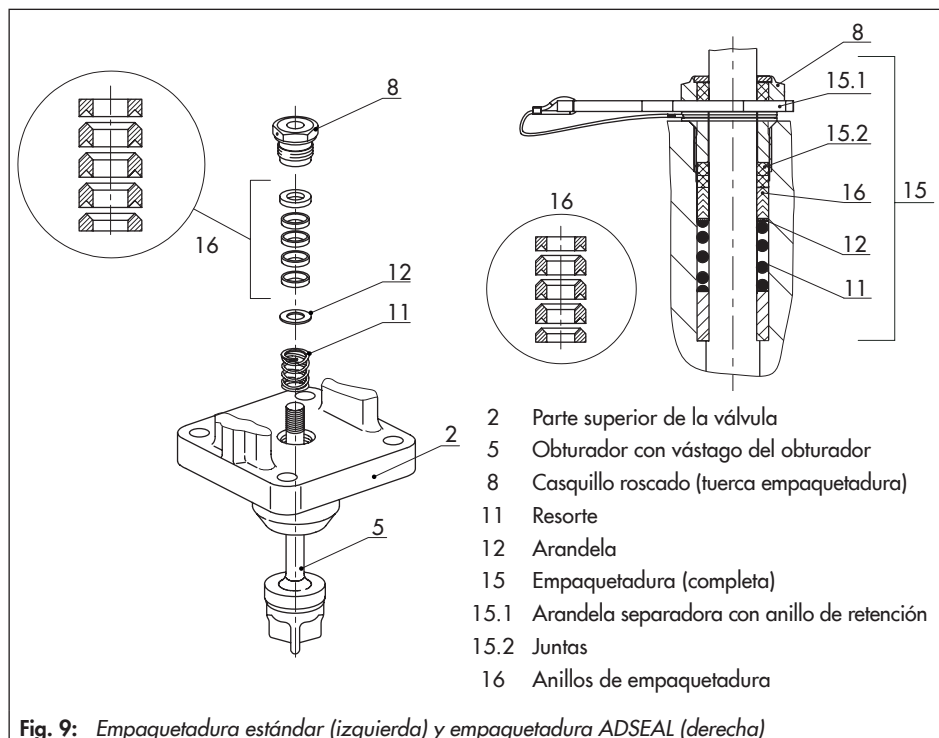

Fig. 9: Empaquetadura estándar (izquierda) y empaquetadura ADSEAL (derecha)
12. Deslizar cuidadosamente las partes de la empaquetadura por el vástago del obturador con una herramienta adecuada en su alojamiento. Prestar atención al orden de las partes, ver fig. 9.
13. Presionar el obturador (5) en el asiento (4). Al hacerlo fijar la brida (2) con las tuercas del cuerpo (14). Apretar poco a poco y en cruz las tuercas del cuerpo. Prestar atención a los pares de apriete.
14. Roscar el casquillo roscado (8) y apretarlo. Prestar atención a los pares de apriete.
15. Roscar sin apretar la contratuerca (10) y la tuerca de acoplamiento (9) en el vástago del obturador.
4. Colocar la arandela separadora roja (15.1) entre el casquillo roscado (8) y el anillo de retención, ver fig. 9.
10. Deslizar cuidadosamente las partes de la empaquetadura por la prolongación del vástago del obturador con una herramienta adecuada en su alojamiento. Prestar atención al orden de las partes, ver fig. 9.
11. Fijar la parte superior de la válvula con tornillos (32) y roscas (33). Prestar atención a los pares de apriete.
12. Roscar el casquillo roscado (8) y apretarlo. Prestar atención a los pares de apriete.
13. Roscar sin apretar la contratuerca (10) y la tuerca de acoplamiento (9) en el vástago del obturador.
- Resorte (11)
- Arandela (12)
- Anillos de empaquetadura (16)
15. Deslizar cuidadosamente las partes de la empaquetadura por el vástago del obturador con una herramienta adecuada en su alojamiento. Prestar atención al orden de las partes, ver fig. 9.
16. Presionar el obturador (5) en el asiento (4). Al hacerlo fijar la brida (2) con las tuercas del cuerpo (14). Apretar poco a poco y en cruz las tuercas del cuerpo. Prestar atención a los pares de apriete.
17. Roscar el casquillo roscado (8) y apretarlo. Prestar atención a los pares de apriete.
18. Roscar sin apretar la contratuerca (10) y la tuerca de acoplamiento (9) en el vástago del obturador.
19. Presionar el obturador (5) en el asiento (4). Al hacerlo fijar la pieza de aislamiento (21) con las tuercas del cuerpo (14). Apretar poco a poco y en cruz las tuercas del cuerpo. Prestar atención a los pares de apriete.
20. Colocar cuidadosamente la parte superior de la válvula (2) por la prolongación del vástago del obturador (25) encima de la pieza de aislamiento (21).
21. Deslizar cuidadosamente las partes de la empaquetadura por la prolongación del vástago del obturador con una herramienta adecuada en su alojamiento. Prestar atención al orden de las partes, ver fig. 9.
22. Fijar la parte superior de la válvula con tornillos (32) y roscas (33). Prestar atención a los pares de apriete.
23. Roscar el casquillo roscado (8) y apretarlo. Prestar atención a los pares de apriete.
24. Roscar sin apretar la contratuerca (10) y la tuerca de acoplamiento (9) en el vástago del obturador.